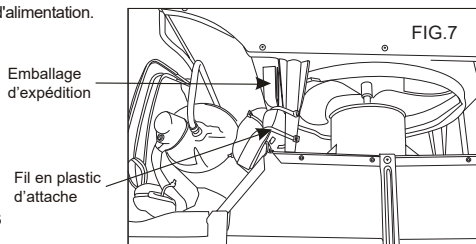

FIG.7
10. Excepté 22000BTU modèle, d'autres modèles à haut rendement (28,000 BTU) sont fournis avec un emballage d'expédition interne. CET EMBALLAGE ET FIL EN PLASTIC D'ATTACHE DOIVENT ÊTRE RETIRÉS AVANT L'INSTALLATION DU CLIMATISEUR DANS LE CABINET. (Voir FIG.7)